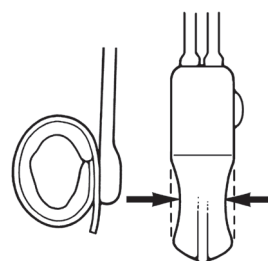

Figura 4-40. Active (reactive) el sistema (salga del estado de desactivación)
5. Pulse el botón de desactivación varias veces para aflojar el dispositivo. **(Figura 4-40)** Después, apriete rápidamente y con fuerza la pera de la bomba.